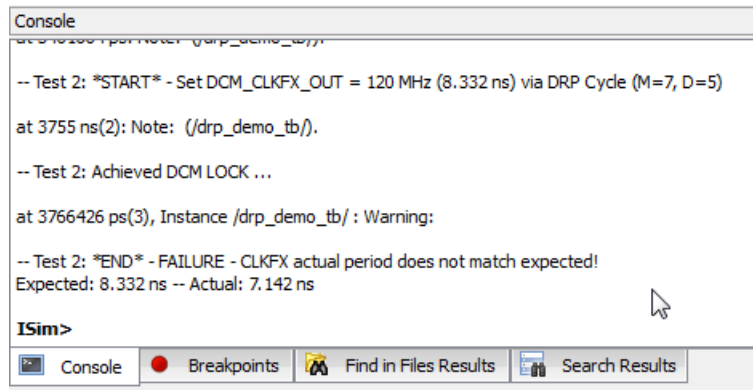

図 4-15 : [Console] パネル
4. シミュレーション中にテストベンチからのアサートがあります。[Console] パネルでテストベンチから出力されたメッセージを確認します (図 4-15)。